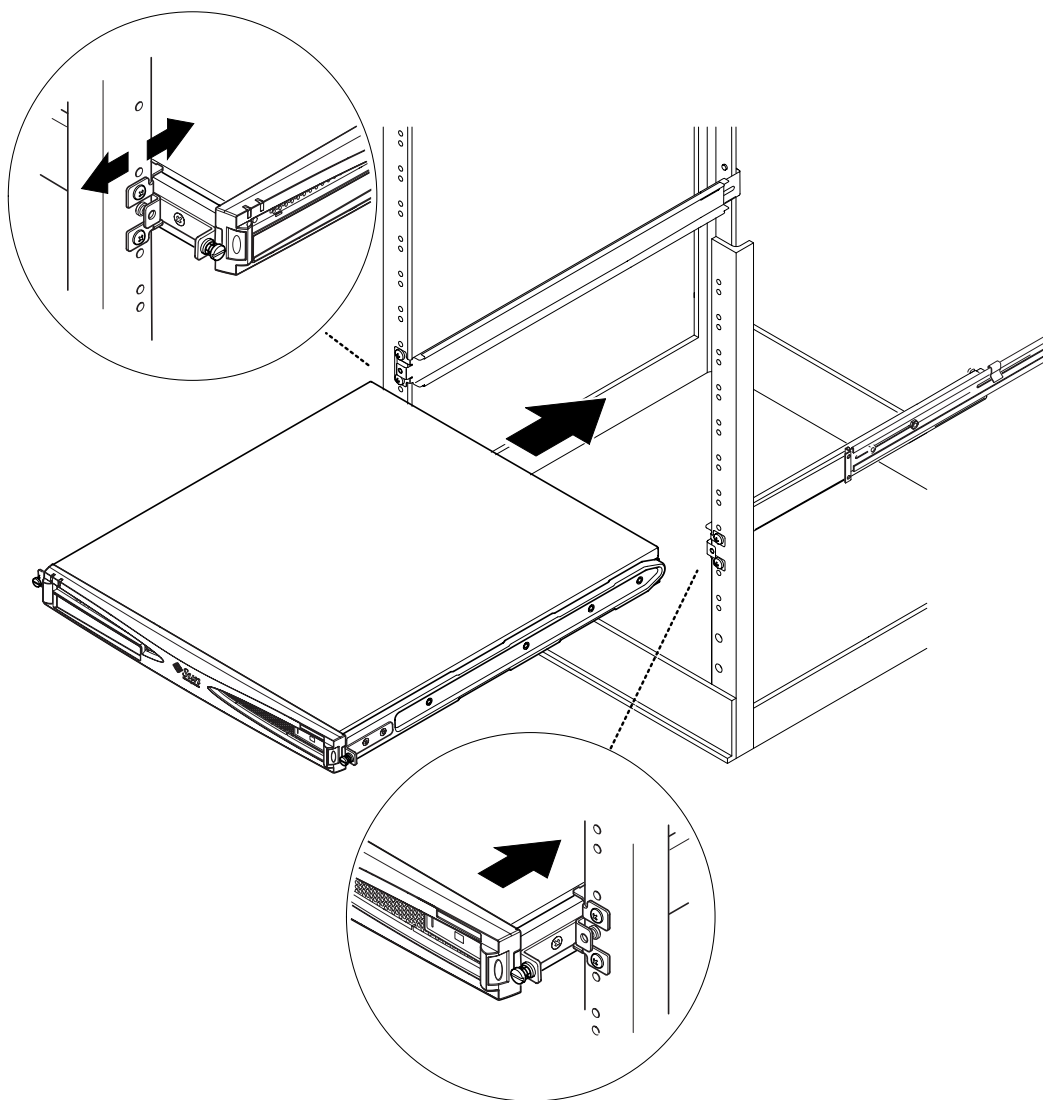

РИС. 2-7 Установка сервера Sun Fire V100 в стандартную 19-дюймовую стойку
7. Задвиньте сервер в стойку (см. РИС. 2-7).